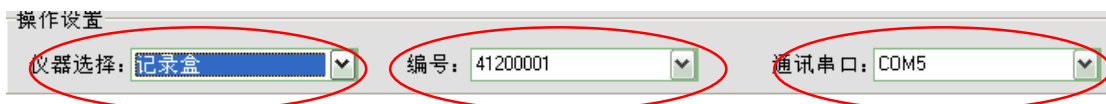

图 11 操作设置
- ① 操作设置。对传感器作任何操作之前，都要进行操作设置。必须选择正常的仪器类型、编号、通讯串口，才能正常操作。如图 11。